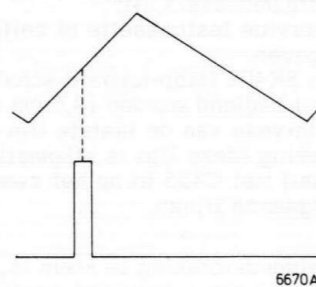

Fig. 20
- Regel R15 zodanig af, dat de impuls precies tijdens het midden van de positieve zaagtand-vormige flank valt (fig. 20).